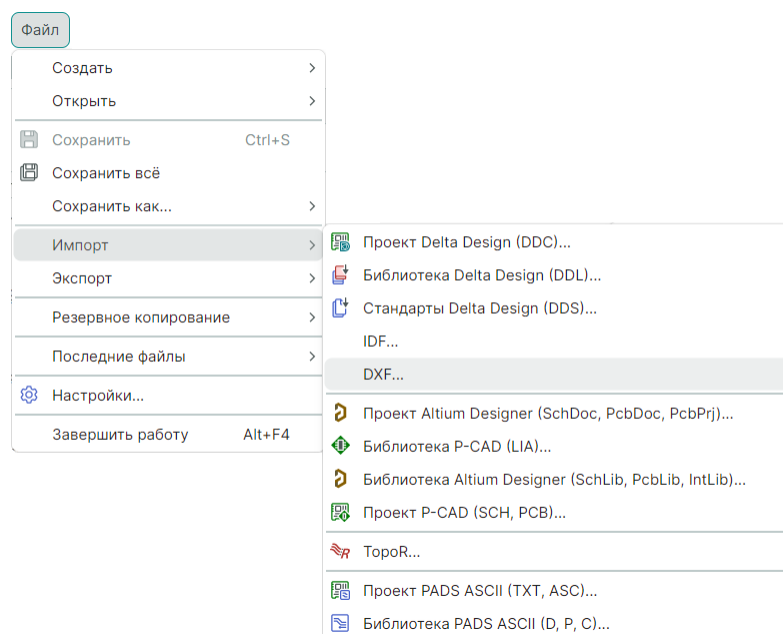

Рис. 73 Вызов импорта из главного меню
2. Используйте раздел главного меню «Файл» → «Импорт» → «DXF», см. Рис. 73.